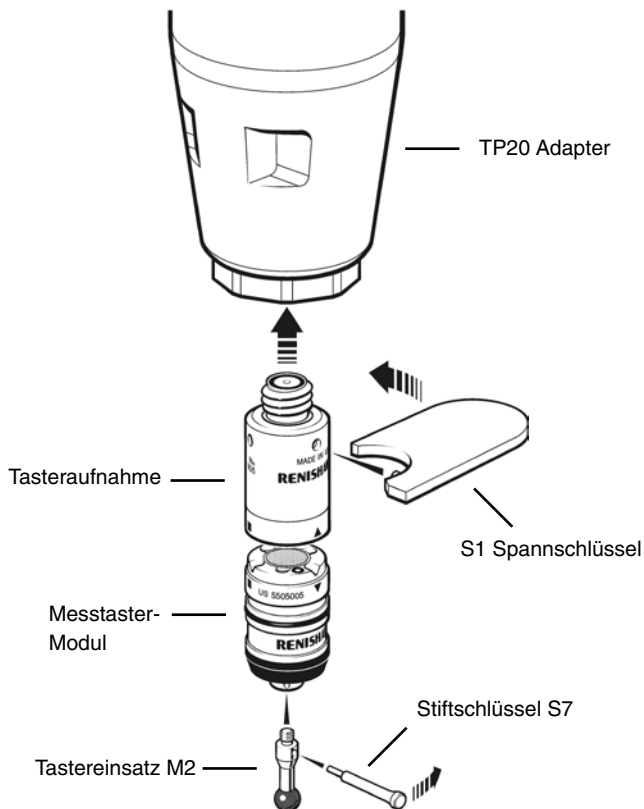

Abb. 3 - Montage des TP20 Messtasters an einem Faro Adapter
Um den TP20 Messtaster zu installieren, müssen Sie wie folgt vorgehen (siehe Abbildung 3):
2. Platzieren Sie den im Lieferumfang enthaltenen S1 Spannschlüssel an der Tasteraufnahme, siehe Abbildung 3.
Um einen Tastereinsatz am Messtastermodul zu befestigen, müssen Sie wie folgt vorgehen (siehe Abbildung 3):